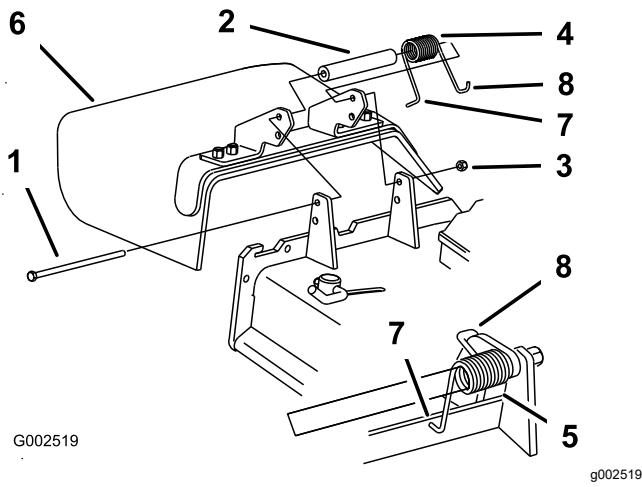

Figura 42
1. Retire la contratuerca, el perno, el muelle y el espaciador que sujetan el deflector a los soportes de pivote (Figura 42).
Nota: Asegúrese de colocar el extremo en **L** del muelle detrás del reborde de la carcasa antes de instalar el perno, según muestra Figura 42.
5. Coloque el extremo en **J** del muelle alrededor del deflector de hierba (Figura 42).